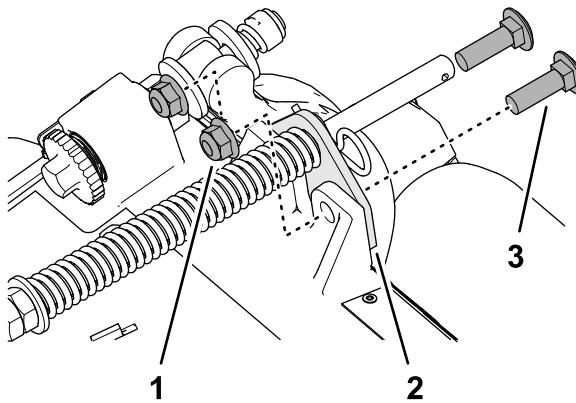

Bild 17
2. Entfernen Sie die beiden Sicherungsbundmuttern ($\frac{3}{8}$ "") und die beiden Schlossschrauben ($\frac{3}{8}$ " x $1\frac{1}{4}$ "'), mit denen die Halterung des Rasenkompensierung am Rahmen des Mähwerks befestigt ist (Bild 17).